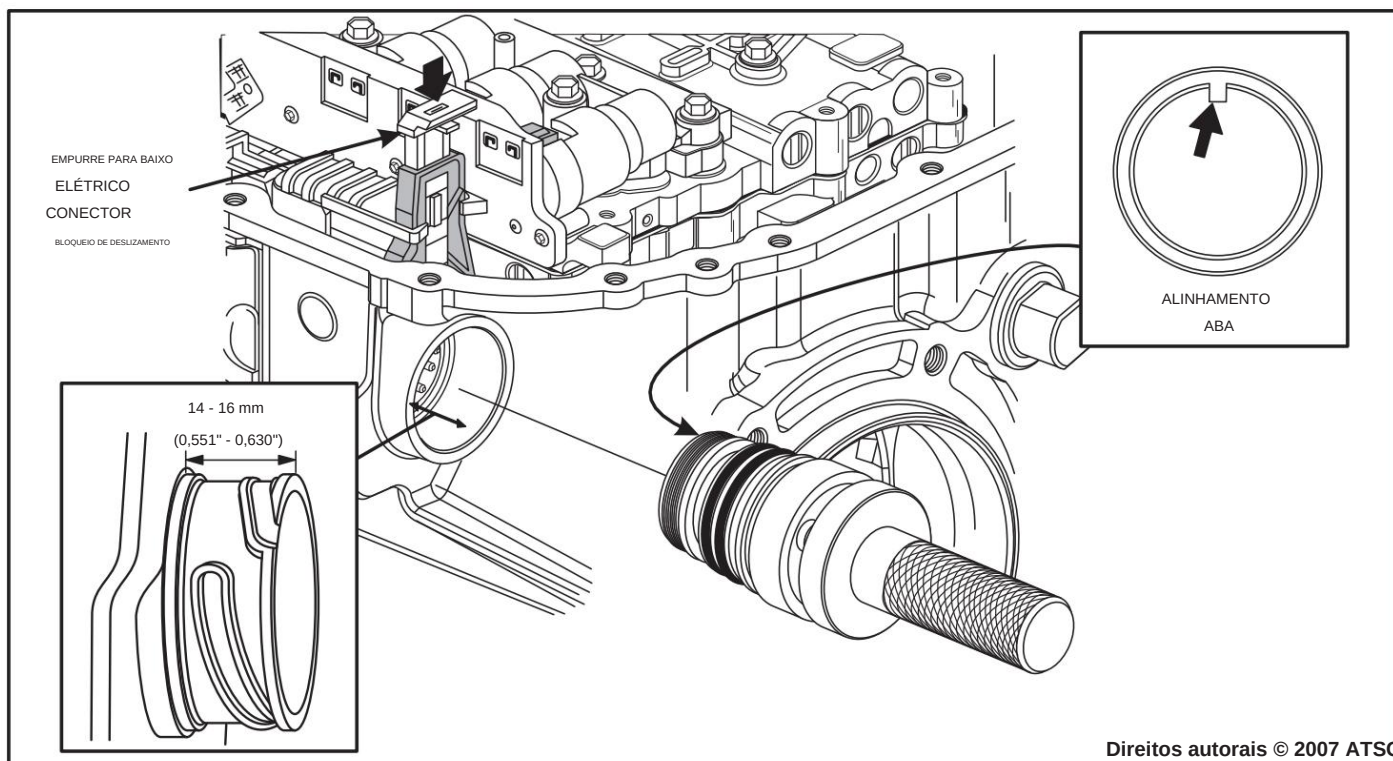

Figura 175
45. Empurre a luva diretamente no orifício da caixa e no conector TCM. **Não** gire a luva em nenhum momento (veja a Figura 175).
46. Quando a luva estiver instalada corretamente, o a distância da superfície da caixa até a extremidade da luva deve ser de 14 a 16 mm (0,551" - 0,630"), conforme mostrado na Figura 175.
47. Certifique-se de que a luva esteja totalmente encaixada e empurre a trava deslizante do conector elétrico para baixo, conforme mostrado na Figura 175, para travar a luva do conector no lugar.